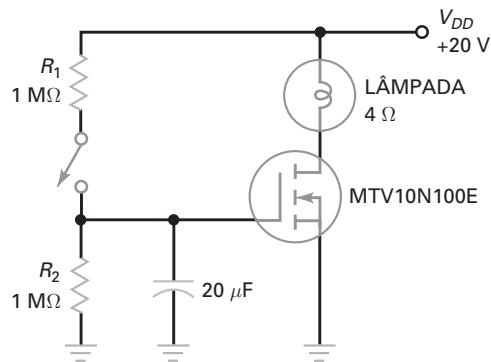

Figura 12-57
- 12-30** Qual é a constante de tempo RC na Figura 12-57? E a potência na lâmpada quando o brilho é máximo?
- 12-31** Na Figura 12-57, os valores das duas resistências no circuito da porta foram dobrados. Qual é a constante de tempo RC ? Se a lâmpada for substituída por outra com resistência de $6\ \Omega$, qual é a corrente na lâmpada quando o brilho é máximo?